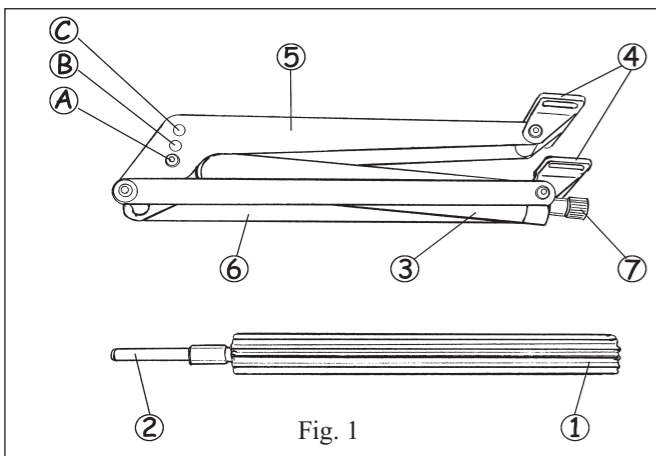

Fig. 1
### COMPONENTS: (see fig. 1)
- pos. A = 48 cm lifting 15 kg see fig. 1
pos. B = 40 cm lifting 22 kg see fig. 1
pos. C = 30 cm lifting 30 kg see fig. 1
### KOMPONENTEN: (Vgl. Abb. 1)
- Pos. A = 48 cm und 15 kg siehe Abb. 1
Pos. B = 40 cm und 22 kg siehe Abb. 1
Pos. C = 30 cm und 30 kg siehe Abb. 1
### LISTE DES COMPOSANTS: (Voir Fig.1)
- Pos. A = 48 cm et 15 kg voir fig.1
Pos. B = 40 cm et 22 kg voir fig.1
Pos. C = 30 cm et 30 kg voir fig.1